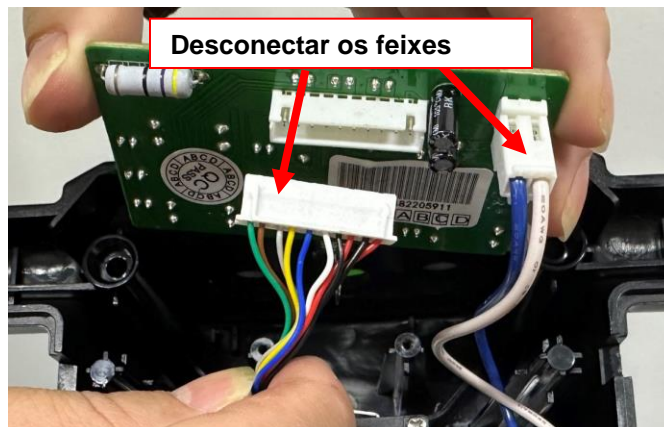

Figura 12
66. Desconectar todos os feixes e terminais conectados ao painel (Figura 12).